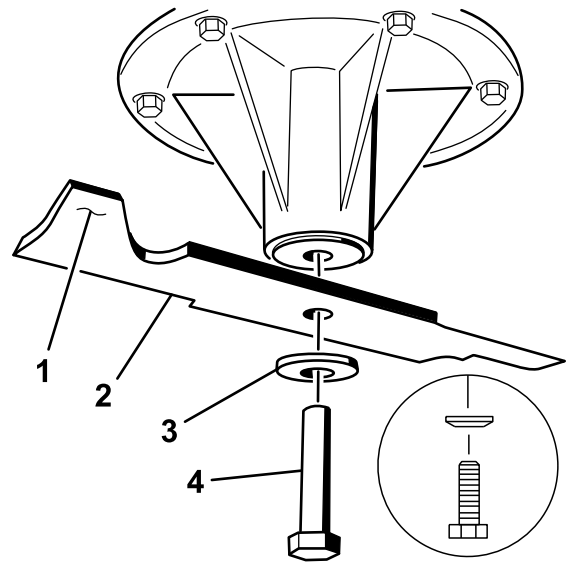

図 79
2. スピンドルのシャフトからブレードボルト、湾曲ワッシャ、ブレードを取り外す(図 79)。
- もし傾くようなら、重い方の裏面を少し削って調整する (図 79)。